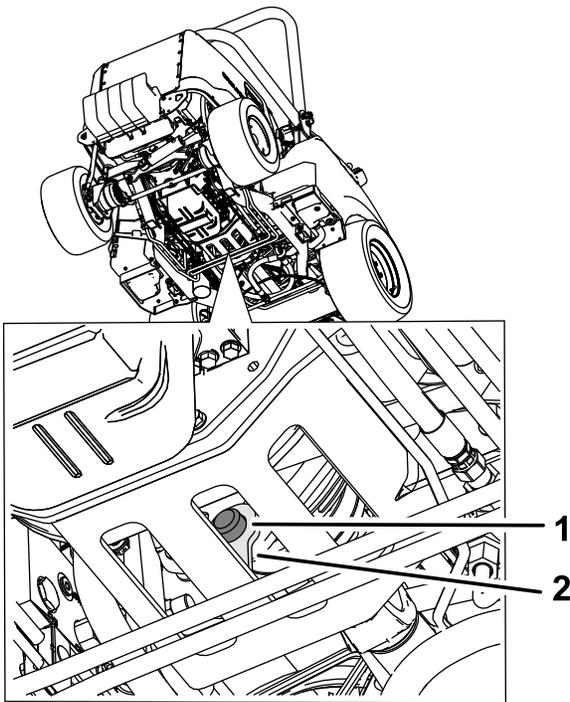

図 79
3. 金属製リテーナーとクラッチからゴム製バンパーを取り外す (図 79)。